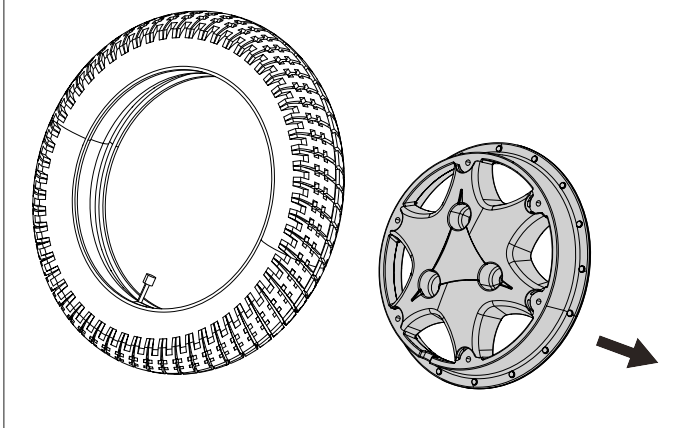

Fig. 8.8
- Skub forsigtigt slangen ud af dækket (Fig. 8.8).